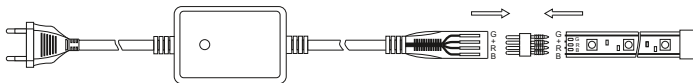

Рисунок 5
- вставить коннектор RGB, идущий в комплекте с драйвером, в RGB ленту. Коннектор имеет разную форму выводов: заострённые выводы подключить к ленте, а скруглённые выводы – к разъёму драйвера (рисунок 5);
- вставить коннектор с лентой RGB в разъем драйвера LED ИПЧН RGB 220 В в соответствии с полярностью (3.2.6). Контакты в разъёме драйвера расположены несимметрично (рисунок 5). При монтаже разъём драйвера расположить так, чтобы контакты располагались в нижней части разъёма;